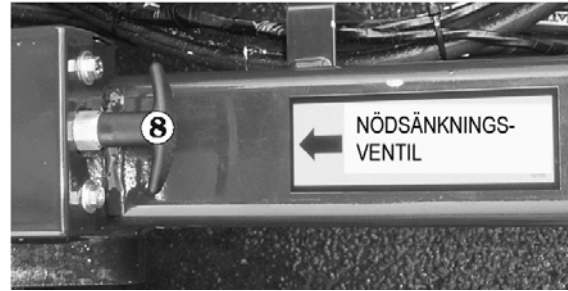

Fig. 9.6 - Manuell nödsänkventil
Om plattformen inte kan sänkas, ska personen på marken använda den manuella nödsänkventilen ⑧ (se Fig. 9.6) placerad i framkant på chassit. För att sänka plattformen, dra i handtaget ⑧ tills plattformen är helt nedsänkt.